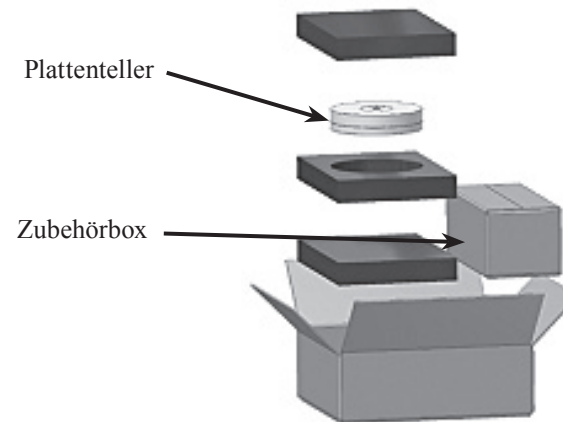

Abbildung 3
4. Öffnen Sie den Plattenteller/Zubehör-Karton und nehmen den Plattenteller heraus. Siehe Abbildung 3.